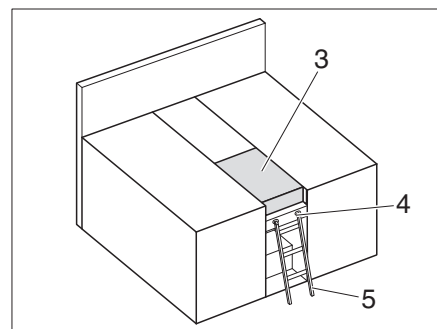

Bild 182 Doppelbett
- Zusatzpolster (Bild 182,3) auflegen.
- Zusatzpolster (Bild 182,3) abnehmen.
- Auszug (Bild 182,1) einschieben und Halteband (Bild 182,2) einhängen.
Zum Besteigen des oberen Betts die serienmäßig beigelegte Aufstiegsleiter (Bild 182,5) benutzen.
- Die Aufstiegsleiter (Bild 182,5) mit den Holmen in die Halterung (Bild 182,4) an der Blende einhängen.